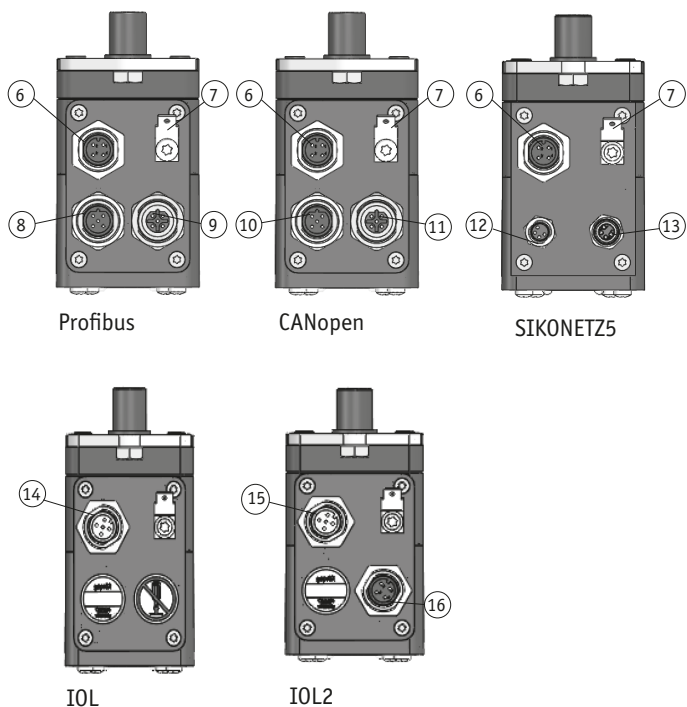
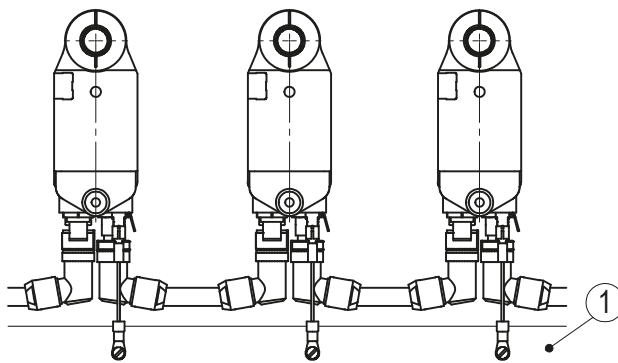

Abb. 7: Anschlusselemente
Abb. 8: Erdungsschiene
Kontakte, die eine Spannung führen können, müssen gegen Berührung geschützt sein. Daher ist darauf zu achten, dass der Busanschluss über den Anschluss "Bus-Ein" ⑧ erfolgt (siehe **Abb. 7**). Dadurch sind die spannungsführenden Kontakte an "Bus-Aus" ⑨ durch die Buchse geschützt (IP-Schutzart siehe Kapitel 9).
Zum Schutz vor Störungen müssen die Schirme der Signalleitungen und Netzleitung beidseitig angeschlossen werden. Potentialunterschiede führen zu unzulässigen Strömen auf dem Schirm. Den Erdungsanschluss ⑦ zwischen den Anschlusssteckern auf das Schutzleiterpotential legen (siehe **Abb. 7**). Verwenden Sie dazu 6,3 mm Flachstecker mit kurzer Litze 2,5 mm² ... 4 mm² (nicht im Lieferumfang). Bei mehreren Stellantrieben wird empfohlen die Erdung auf eine Erdungsschiene ① anzuschließen (siehe **Abb. 8**).